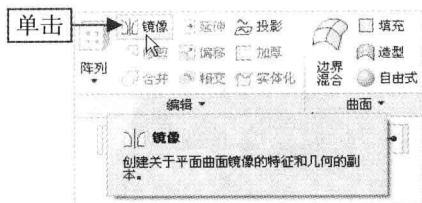

图 7-78 单击“镜像”按钮
Step 02 在“功能区”选项板的“模型”选项卡中,单击“编辑”面板中的“镜像”按钮,如图 7-78 所示。